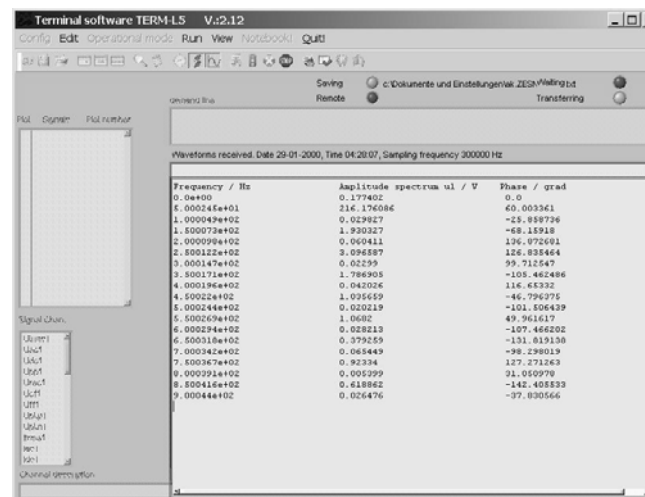

Abbildung 12-9. Tabellarische Darstellung des Spektrums ohne Zwischenharmonischen
8. Speichern der Werte in einer Datei (mit der rechten Maustaste auf die Tabelle mit den Werten aus der Abbildung 12-9 klicken).